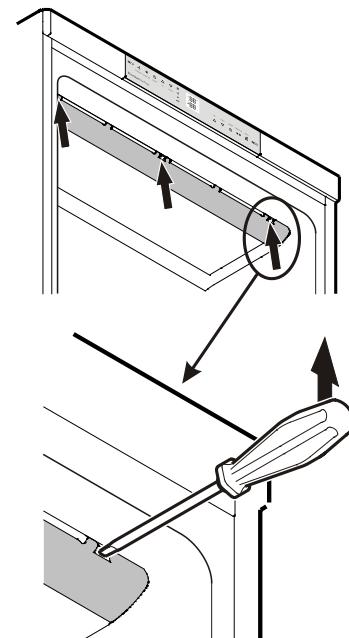

Figura 13
1. Desenclave la cubierta cuidadosamente por el lado izquierdo, medio y derecho con ayuda de un destornillador - **Figura 13.**